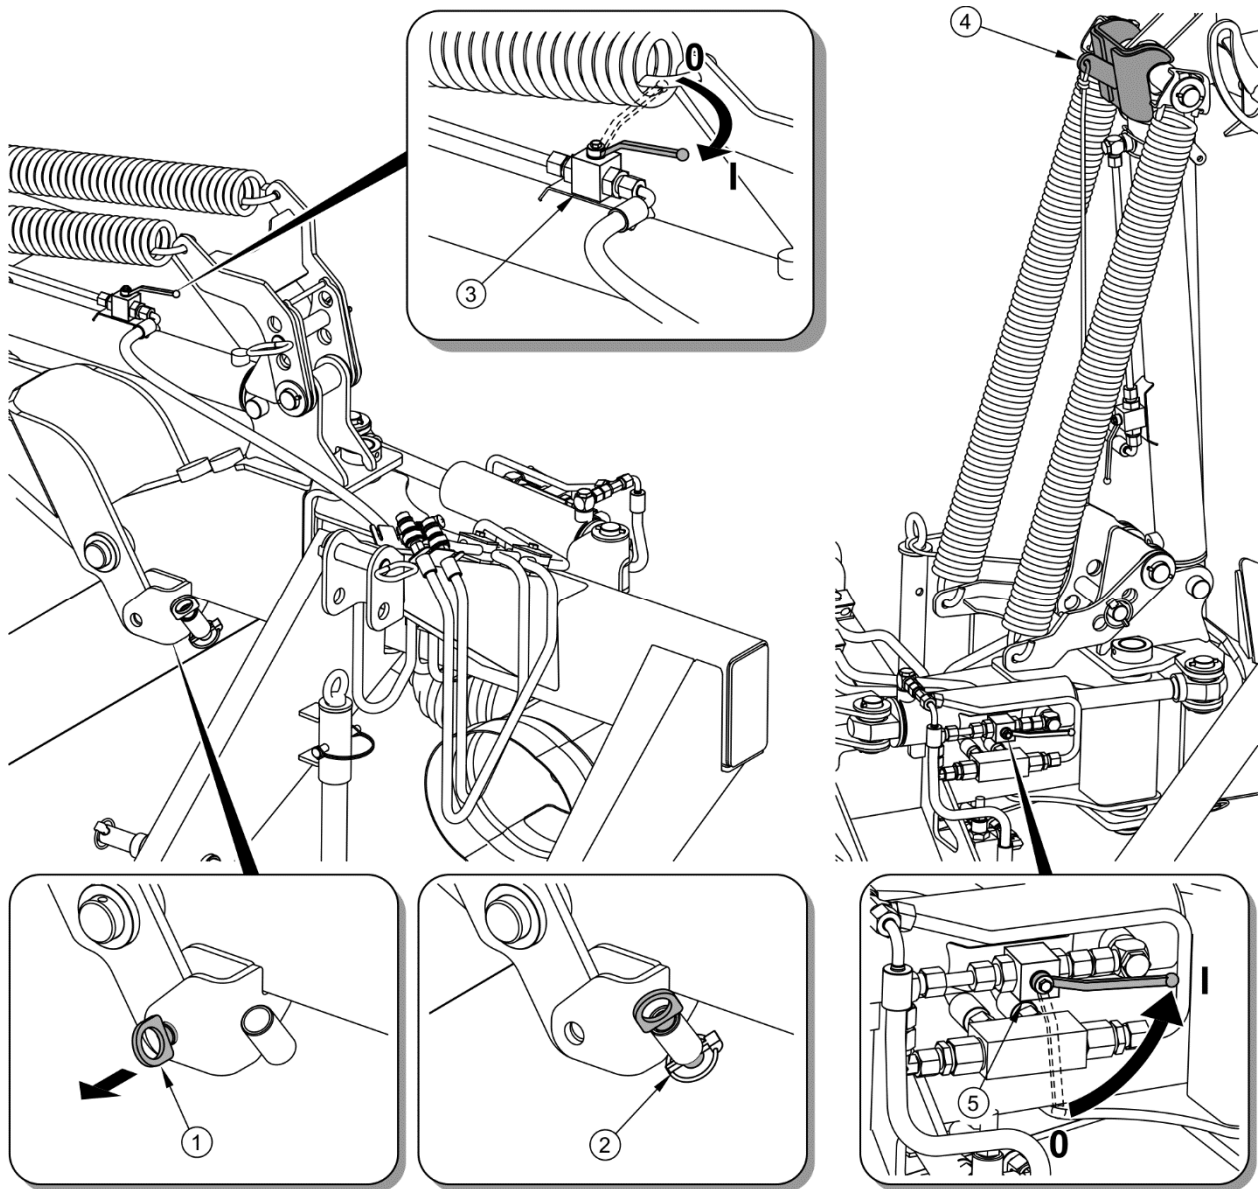

ABBILDUNG 4.4 Einstellen der Transportposition
Nach dem Aufhängen des Mähwerks am Schlepper muss der Bolzen (1) der Tragarmsperre herausgenommen werden (Abbildung 4.4).